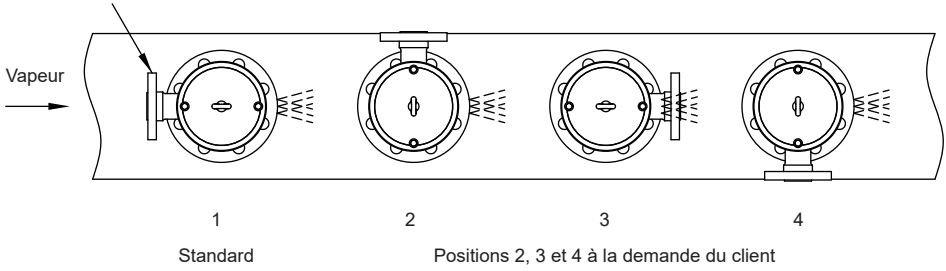

Fig. 5 Positions de l'ensemble DA
- La buse cylindrique doit être positionnée de manière à ce que l'eau soit pulvérisée dans la même direction que la vapeur (Figure 5) et doit être située au centre de la canalisation de vapeur jusqu'à 24" (DN600) (Figure 6).
- L'embranchement de la conduite de vapeur doit avoir un diamètre interne d'au moins 65 mm (figure 5).